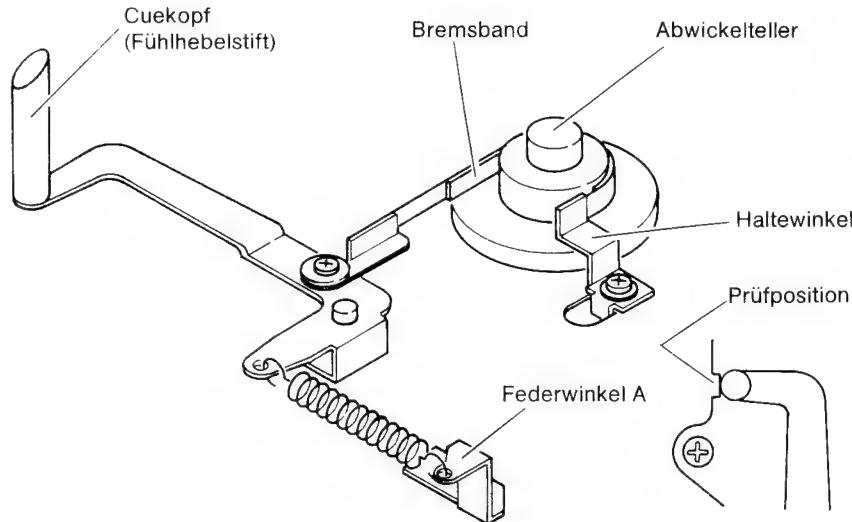

Bild 2-22
3. Den Bremsband-Haltewinkel so verstetzen, daß der Fühlhebelstift die Position in Bild 2-22 einnimmt. (Die Cassette zur Einstellung herausnehmen.)